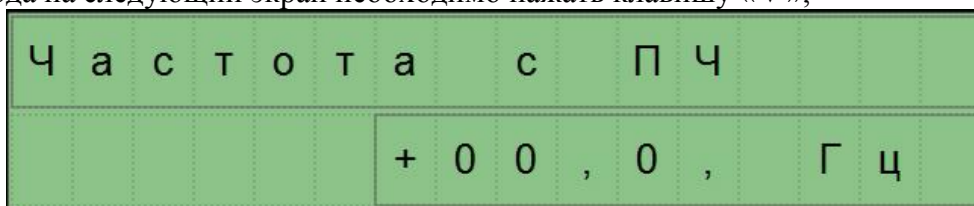

Рисунок 3.
4. Следующий экран (Рисунок 3), отображает, выходную частоту с ПЧ. Для перехода на следующий экран необходимо нажать клавишу «▼»;